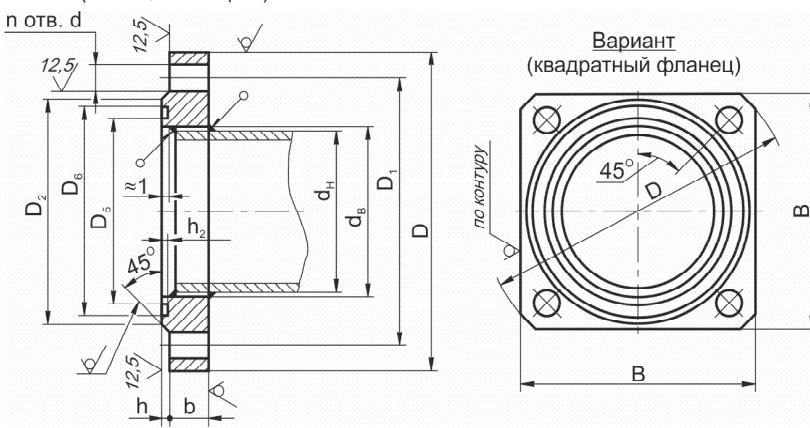

Рис. 5. Фланцы с пазом по ГОСТ 12820-80
4.2.10 Монтаж фланцевых соединений выполнить с применением прокладок из резины МБС средней твердости (Рис. 4). Ответные фланцы - стальные приварные по ГОСТ 12820-80 (Рис. 5, таблица 2).